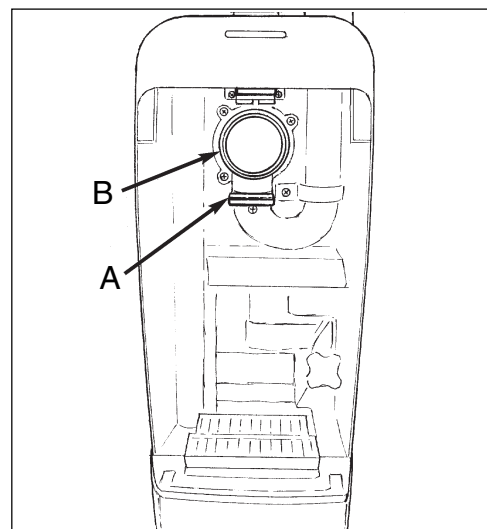

Figure 18
- c. Placez le bas de la pièce cartonnée dans la fente sous l'adaptateur de sac (voir figure 18, élément A)
- d. Placez les ouvertures de l'élément cartonné au-dessus de l'adaptateur de sac (voir figure 18, élément B).